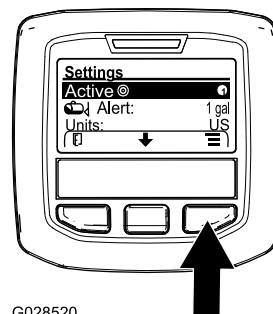

図 68
2. 中央ボタンを押して、アクティブな散布レート設定をハイライトさせる 図 68。
3. 右ボタンを押すと散布レートその1と2を切り替えることができる 図 68。